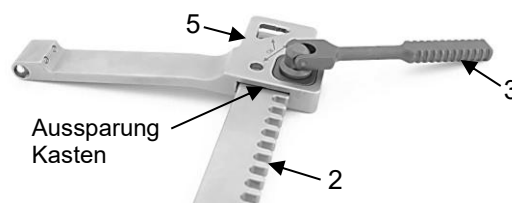

Abb. 16
Die Zahnstange (2) in die Aussparung des Kastens (5) einführen, bis das Ritzel des Antriebshebels (3) in die Zahnstange (2) greift (Abb. 16).